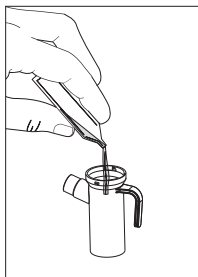

Рисунок 3.
- Залейте лекарственное средство в чашку ингалятора, соблюдая рекомендованную дозировку от 2 до 8 мл (Рисунок 3).